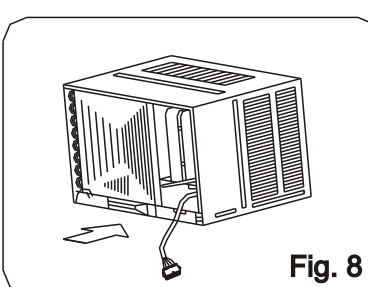

Fig. 8
10. Schieben Sie das Chassis in das Gehäuse (Fig. 8)